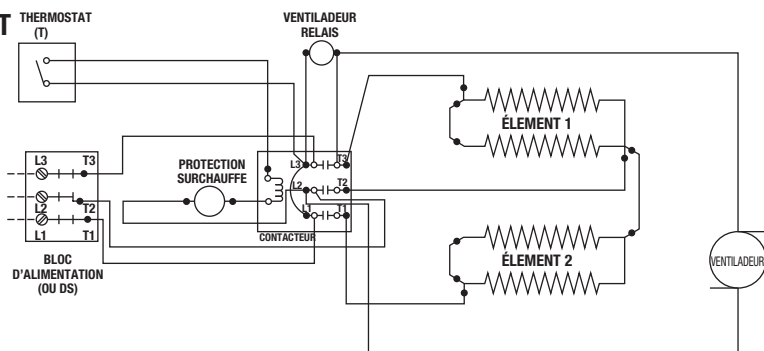

Figure 3
5. Connectez T1 et T2 (T3 pour triphasé) du sectionneur aux bornes L1 et L2 (L3 pour triphasé) sur le contacteur du réchauffeur. (Voir Diagramme de câblage, Figure 3).
3. Connecter les fils sur T1 et T2 (et T3 pour trois phases) à partir du commutateur de déconnexion au contacteur sur l'appareil de chauffage. Voir Diagramme de câblage, Figure 3.
2. Brancher les fils blancs du radiateur aux bornes "L2" et "cycle" sur le thermostat, comme illustré dans le diagramme de câblage, figure 3.